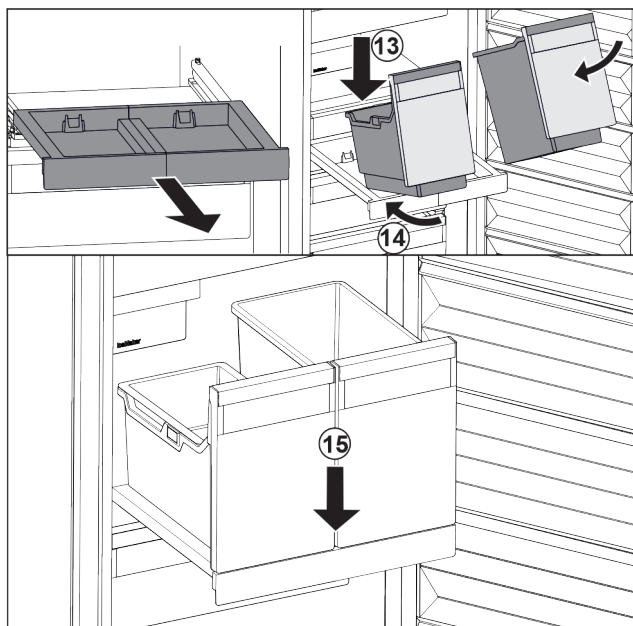

Fig. 31
- ▶ Наклоняя вниз, установите контейнеры на выдвижную панель. Fig. 31 (13)
- ▶ Вставьте контейнеры, наклоняя вниз, назад. Fig. 31 (14)
- ▶ Снимите контейнеры спереди. Fig. 31 (15)